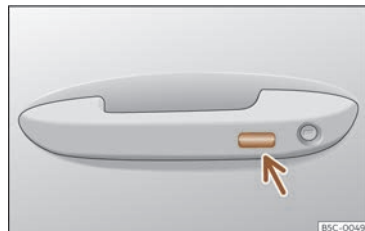

Fig. 83 Asa da porta: superficie sensora.
- **OU BEN:** mediante o sistema Keyless Access (só peche): Durante algúns segundos, manteña un dedo sobre a superficie sensora de bloqueo >>> **fig. 83** (frecha) da asa da porta para que se pechen as xanelas e o teito. Se deixa de tocar a superficie sensora, interrómpese a función de peche.
Durante uns segundos, manteña un dedo na superficie sensora de bloqueo >>> **fig. 83** (frecha) da asa da porta para pechar o teito. Se deixa de tocar a superficie sensora, interrómpese a función de peche.